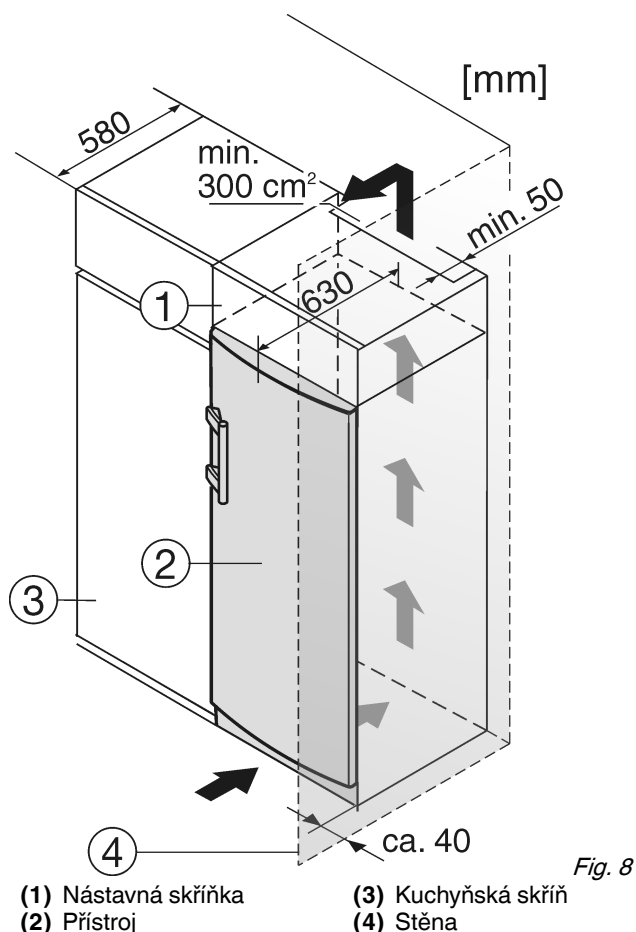

Fig. 8
- (1) Nástavná skříňka (3) Kuchyňská skříň
(2) Přístroj (4) Stěna
Spotřebič lze zabudovat do kuchyňských skříní. K vyrovnání spotřebiče Fig. 8 (2) na výšku kuchyňské linky lze na přístroj nasadit nástavec Fig. 8 (1).
Při montáži do kuchyňských skříní (hloubka max. 580 mm) lze spotřebič instalovat hned vedle kuchyňské skříně Fig. 8 (3). Dvířka přístroje přesahují přední stěnu kuchyňské skříně po stranách o 34 mm a uprostřed o 50 mm. To umožňuje jejich volné otevírání a zavírání.
Když se přístroj instaluje závěsy vedle stěny Fig. 8 (4), musí být vzdálenost přístroje od stěny alespoň 40 mm. To odpovídá přesahu madla při otevřených dveřích.